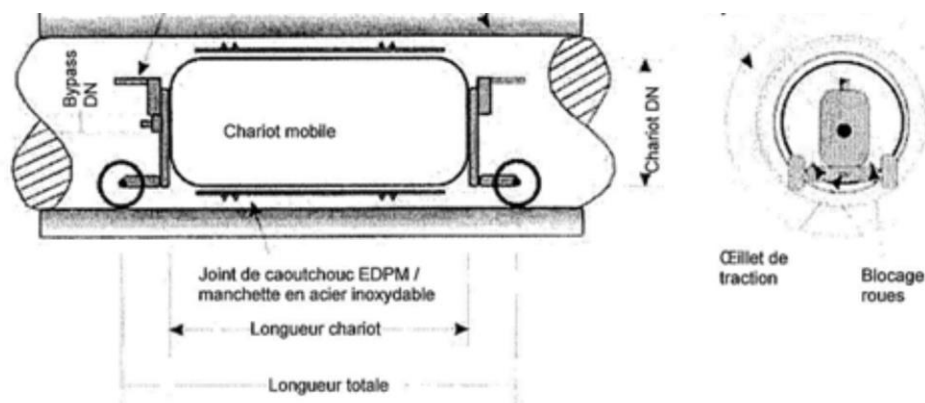

**Figure 2 : Schéma de principe de la manchette QUICK-LOCK adaptée à la jonction regard/liner**
- La manchette et son renfort doivent être installés sur le chariot correspondant à la section nominale de la canalisation à rénover (Voir figure 2).